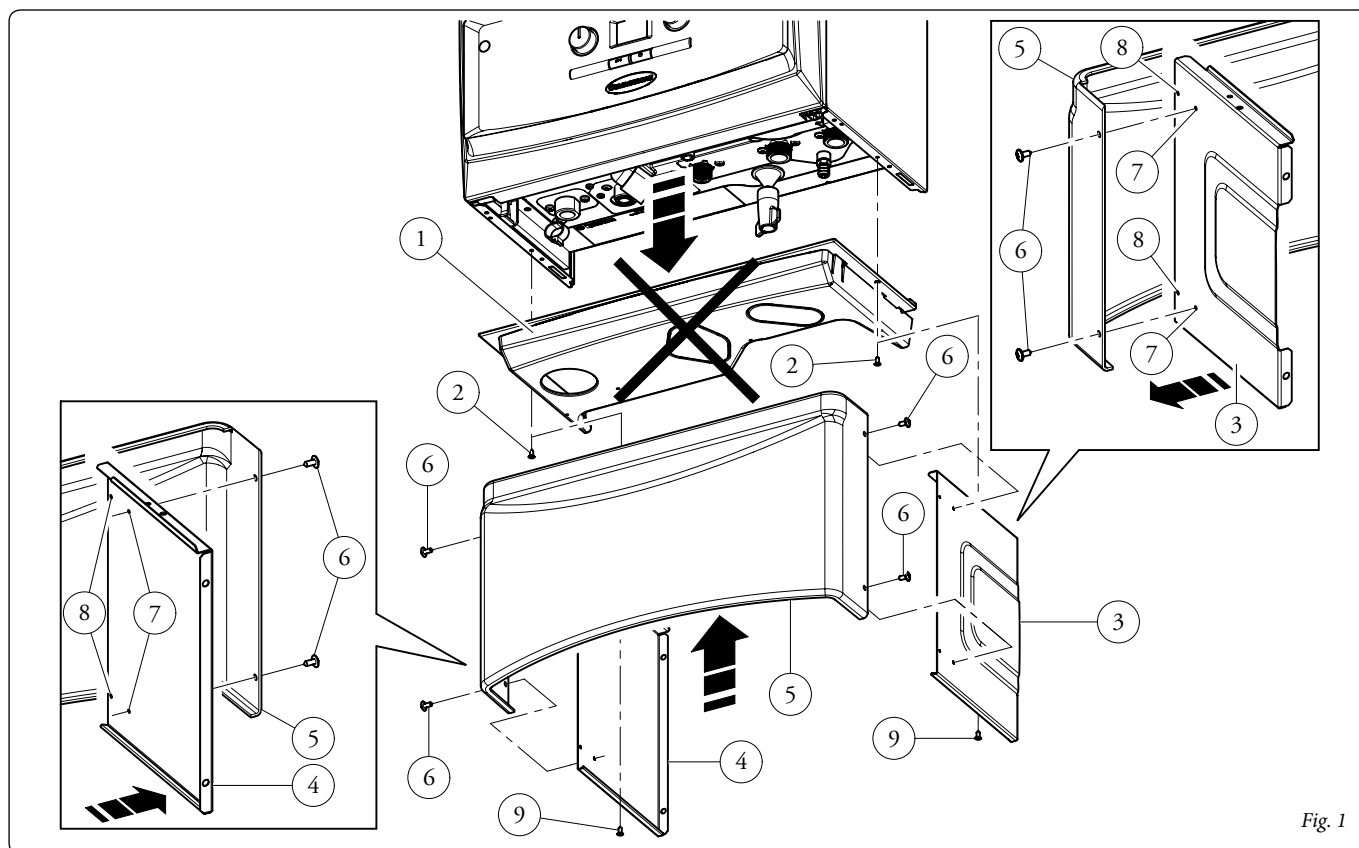

Fig. 1
Eliminare la griglia inferiore (se presente) (pos. 1, Fig. 1) svitando le due viti (pos. 2, Fig. 1).
Montare il kit carter inferiore assemblando il fianco dx (pos. 3, Fig. 1) ed il fianco sx (pos. 4, Fig. 1) al carter frontale (pos. 5, Fig. 1) con le viti (pos. 6, Fig. 1), utilizzando la foratura predisposta.
N.B.: per caldaie serie TT utilizzare la foratura sui carter laterali (pos. 7, Fig. 1) mentre per caldaie serie Victrix Exa utilizzare la foratura (pos. 8, Fig. 1).
Attenzione: il fianco con bugna (pos. 3, Fig. 1) dovrà sempre essere montato sul lato destro guardando la caldaia frontalmente, come riportato in Fig. 1.
Al termine fissare il kit carter inferiore alla caldaia utilizzando le viti (pos. 9, Fig. 1), fornite in dotazione.
Remove the bottom grid (if present) (pos. 1, Fig. 1) by unscrewing the two screws (pos. 2, Fig. 1).
Mount the bottom guard kit by assembling the right side (pos. 3, Fig. 1) and the left side (pos. 4, Fig. 1) to the front guard (pos. 5, Fig. 1) and screwing the screws (pos. 6, Fig. 1) into the prepared holes.
Note: for TT series boilers use the holes on the side guards (pos. 7, Fig. 1), for Victrix Exa series boilers use the holes (pos. 8, Fig. 1).
Attention: the side with central panel (pos. 3, Fig. 1) should always be mounted on the right side when standing in front of the boiler, as shown in Fig. 1.
Afterwards, fit the bottom guard kit to the boiler with the screws (pos. 9, Fig. 1) provided.